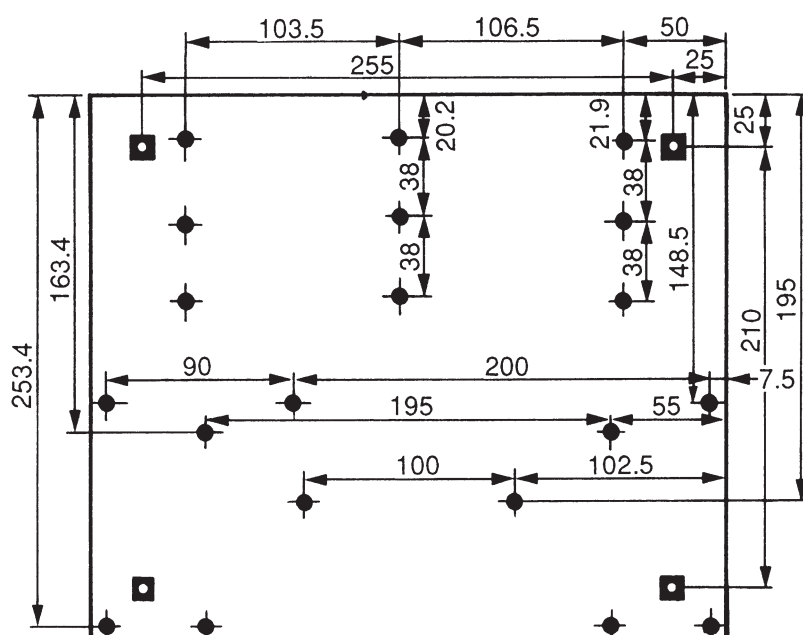
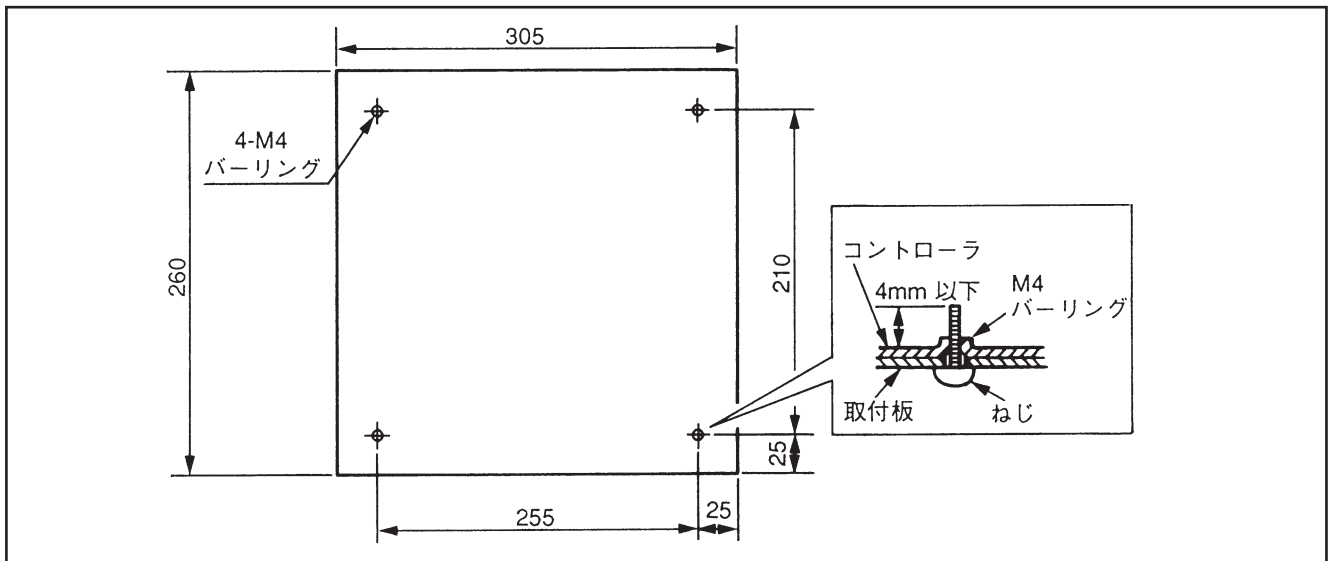

図4-35 コントローラ底面図
図 4-36 ねじ締め付け位置（コントローラ底面図）
(1) 図4-35にコントローラを底から見た図を示します。
① “■” マーク部のねじ (M4) のネジ穴はコントローラを取付板に固定するために使用します。
② “●” マーク部はコントローラの内部部品固定用のねじが突出しているため、取付板にφ10の逃がし穴をあけてください。
③ 図4-35と図4-36を参考にして取付板を製作してください。
(2) コントローラの取付板への取り付けは図4-36に示す4箇所M4ねじ4本で固定します。